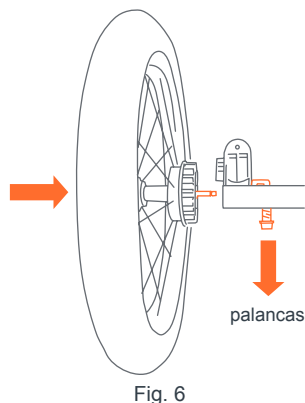

Fig. 6
- Inclíne el carrito hacia delante de modo que se apoye en la rueda delantera. Para colocar las ruedas traseras, empuje el eje de cada rueda dentro del accesorio plástico de la esquina (Fig. 6). Baje la palanca metálica que está dentro del accesorio de la esquina mientras empuja el eje hacia el interior del mismo. Cuando no pueda empujar más la rueda, suelte la palanca.